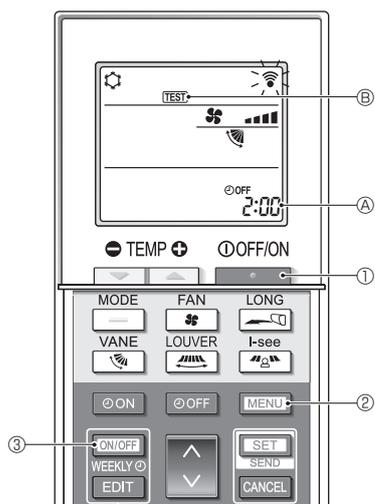

Fig. 7-5
■ Provkörning (Fig. 7-5)
- Tryck på knappen [ON/OFF] ① för att stänga av luftkonditioneringen.
- Om veckotimern är aktiverad (WEEKLY lyser), tryck på knappen [ON/OFF WEEKLY] ③ för att inaktivera den (WEEKLY slocknar).
- Tryck på knappen [MENU] ② i 5 sekunder.
- Tryck på knappen [MENU] ②.
- TEST ⑥ tänds och enheten går in i provkörningsläge.